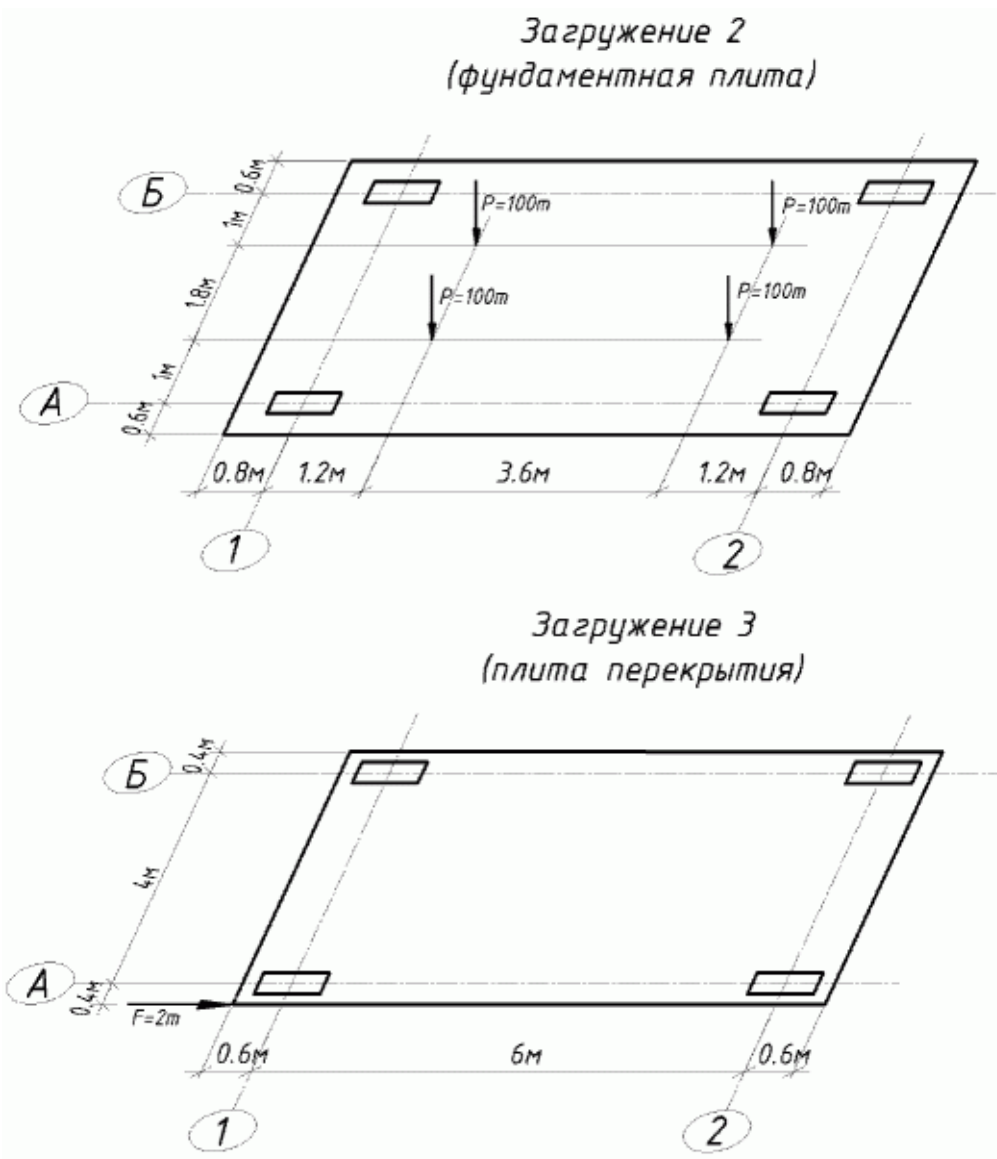

Рис.9.2. Схемы загрузок плит каркаса
постоянная равномерно-распределенная нагрузка  $g_2 = 1 \text{ т/м}^2$  и постоянная сосредоточенная вертикальная нагрузка  $P = 100 \text{ т}$ , приложенные на фундаментную плиту (рис.9.2, загрузка 2).
- загрузка 3 – сосредоточенная горизонтальная нагрузка  $F = 2 \text{ т}$ , приложенная на плиту перекрытия (рис.9.2, загрузка 3).